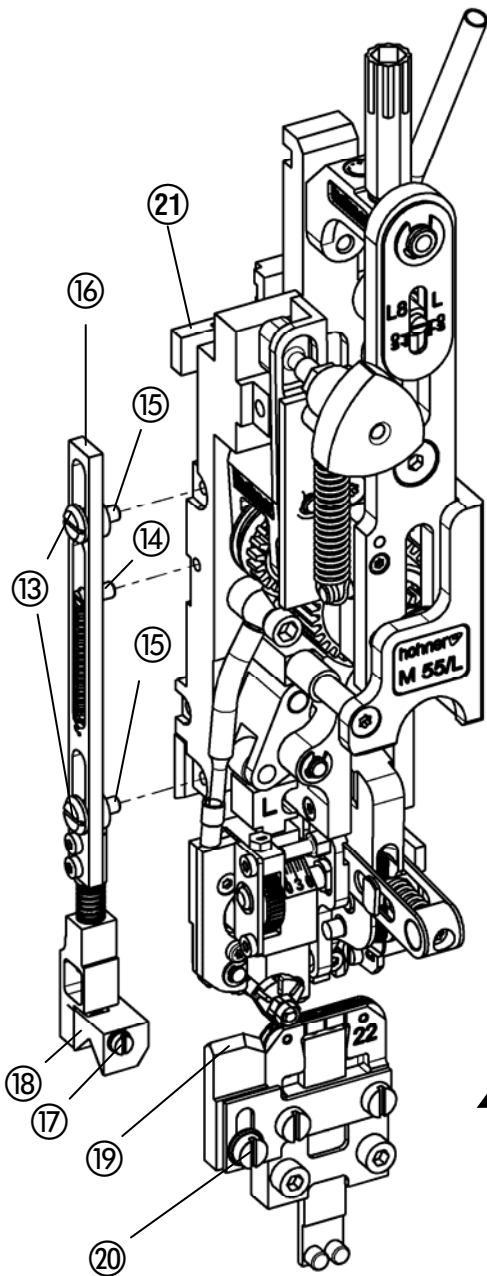

Fig. 16
- Fig. 16 - véase también lista de piezas de repuesto/opciones, pág. Opt. 7.
- Montar el arrastre ② en la corredera principal, véase la lista de piezas de repuesto, pág. Opt. 7.
- Fig. 16 -